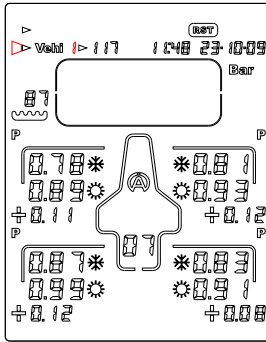

Abbildung 15
- 2) Mit der Taste  oder  , wählen Sie das Symbol "**Vehi**" (Abbildung 15)
- 3) Mit der Taste  oder  , Wählen Sie das gewünschte Fahrzeug aus (Abbildung 15)